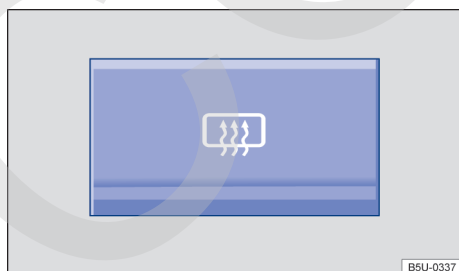

Fig. 120 En la consola central: botón del desempañador de la luneta.
- Presionar el botón  fig. 120 para encender el desempañador de la luneta.